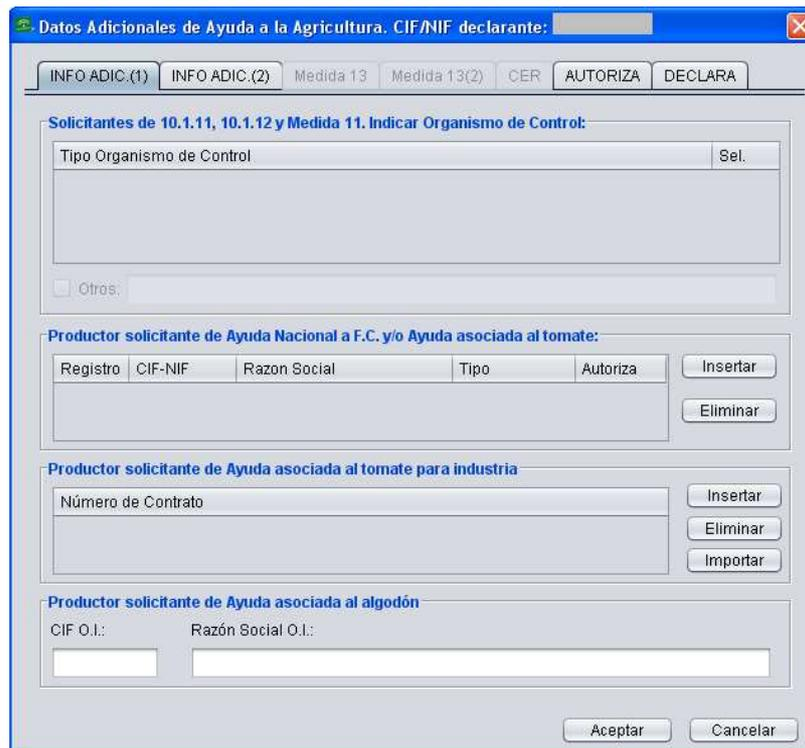

Fig. 277
Si se solicita la ayuda específica al algodón, se habilita en la parte inferior de la ventana de la figura 270 un apartado para rellenar con el CIF de la **Organización Interprofesional (OI)** para poder cobrar el complemento correspondiente (Fig. 277).